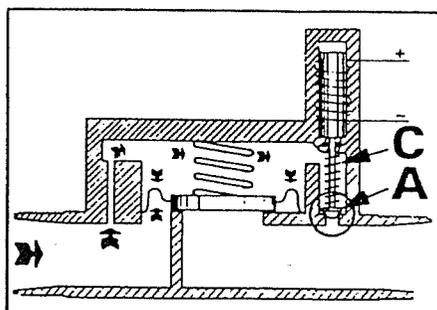

FIG. 21
**Lukket** (fig. 21): Nål A holdes i position på ventilsædet ved hjælp af fjeder C.